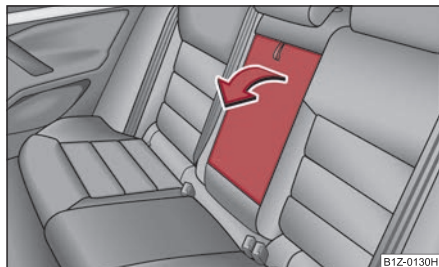

Fig. 86 Scaunele din spate:
- Cotiera poate fi pliată în jos trăgând de curelușă ⇒ fig. 86. ■